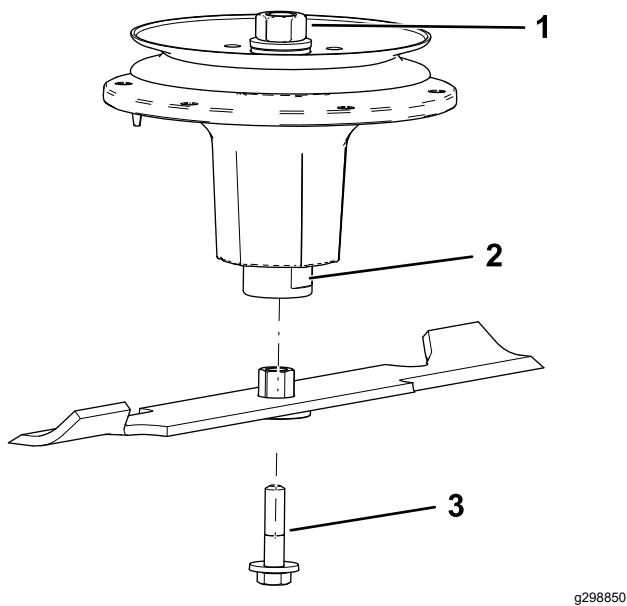

Figura 80
- Instale o conjunto do casquillo/lâmina no eixo (Figura 80).